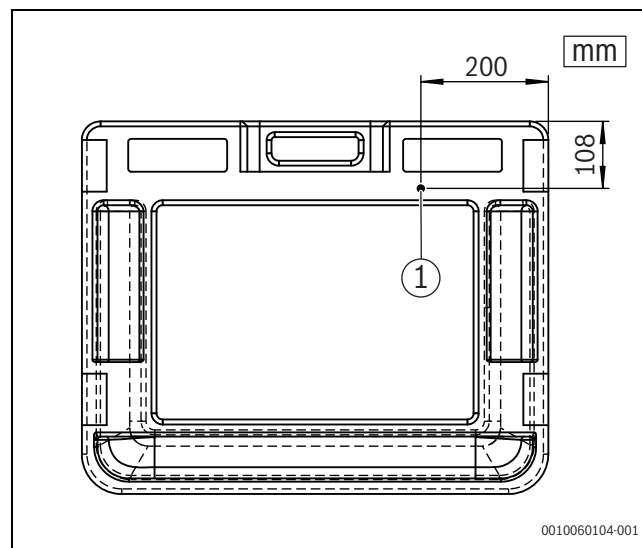

Fig. 5 Préperçage du panneau latéral
- ▶ Prépercer un trou dans le panneau latéral à l'aide d'une mèche de 4-5 mm (→ fig 5, [1]).